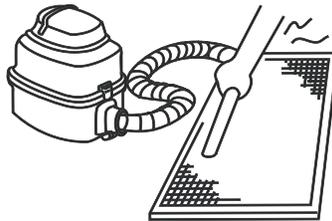

Figura 59
- a. O lado da entrada de ar deve ficar voltado para cima quando se utiliza um aspirador de pó. (Consulte a figura 59)